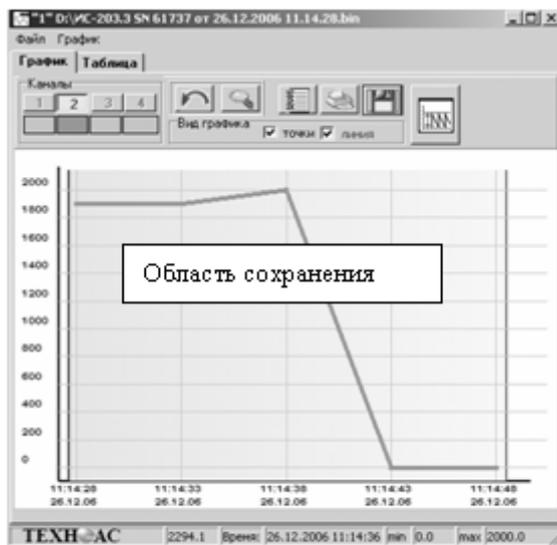

Рис.21
- **кнопка сохранение** – выводит диалоговое окно «сохранение», меняется режим графика (на графике отображается квадрат выделения ограниченный синей и красной линиями), во время сохранения графика невозможно его масштабирование (рис. 21, 22). Окно состоит из двух строк вывода (начало сохранения и конец сохранения) и двух кнопок (сохранить и сохранить все данные).